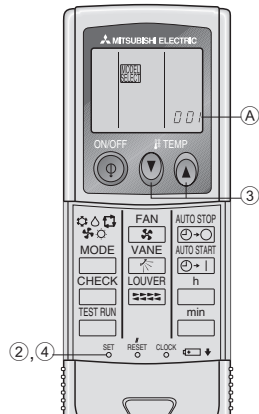

Fig. 6-6
- (A) Mando a distancia
- (B) Pared
- (C) Pantalla del mando
- (D) Receptor
3) Preparación inicial (Fig. 6-6)